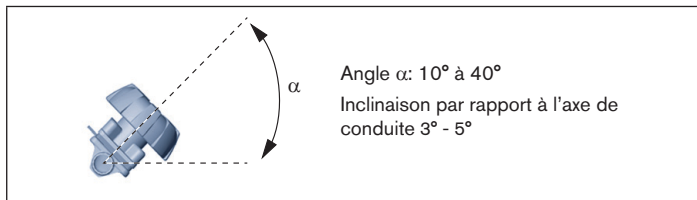

Fig. 4 : Montage permettre au boîtier de se vider automatiquement
- Montez le boîtier avec un angle d'inclinaison $\alpha = 10^\circ$ à 40° par rapport à l'horizontale (voir Fig. 4). Les boîtiers forgés et coulés présentent pour cela un marquage qui doit être dirigé vers le haut (position 12 heures).